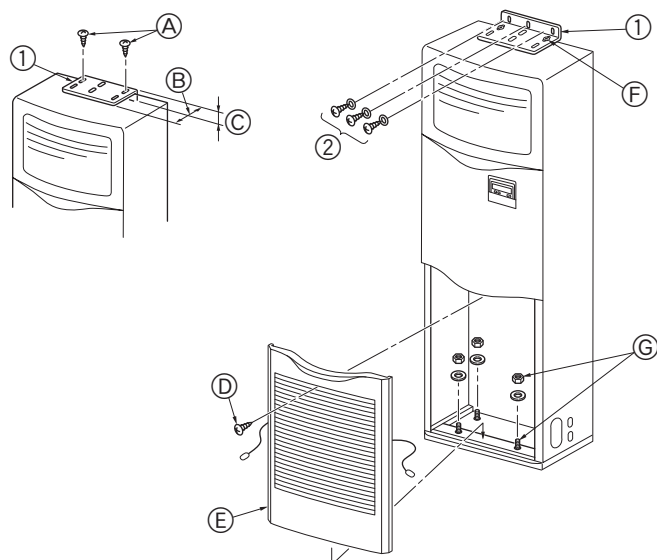

Fig. 3-2
①	Beslag til forhindring af væltning	1	På toppen af enheden.
②	Selvskærende skrue (med skive)	3	Inden for indtagsgitteret.
③	Gasrørsisolering (stor)	1
④	Væskerørsisolering (lille)	1
⑤	Bånd	5
⑥	Mellemstykke mellem drænrør og drænslange	1
⑦	Kabelgennemføring	2
3.2. Beslag til forhindring af væltning (Fig. 3-2)